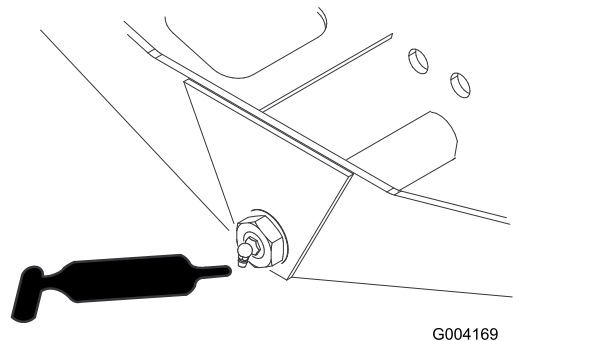

Figura 69
- Pivote de dirección del eje (1) – Figura 69